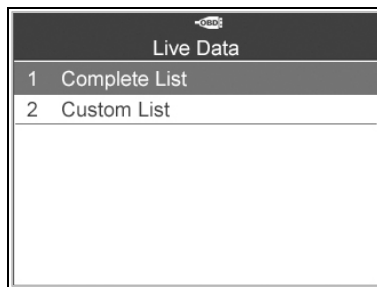

Figure 6.9
- 1) Pour afficher l'ensemble complet des données, utiliser le bouton de défilement **vers le haut/vers le bas** afin de sélectionner **Liste complète** depuis le menu **Données actives** et appuyer sur le bouton **Y**. (Figure 6.9)
- Pour afficher les données PID personnalisées, utiliser le bouton de défilement **vers le haut/vers le bas** afin de sélectionner **Liste personnalisée** depuis le menu **Données actives** et appuyer sur le bouton **Y**. (Figure 6.9)